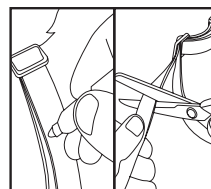

Fig. 7
3. Dopo aver regolato il colletto alla misura corretta, è possibile tagliare la lunghezza in eccesso (Fig. 7).